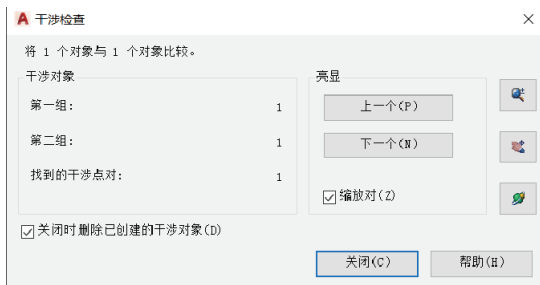

图 14-70 “干涉检查”对话框
- 4** 此时，弹出图 14-70 所示的“干涉检查”对话框，干涉区域显示为新的亮显实体对象。要在干涉对象之间循环，那么可在“干涉检查”对话框中单击“下一个”按钮或“上一个”按钮。如果要在关闭“干涉检查”对话框后保留新干涉对象，那么需要取消勾选“关闭时删除已创建的干涉对象”复选框。